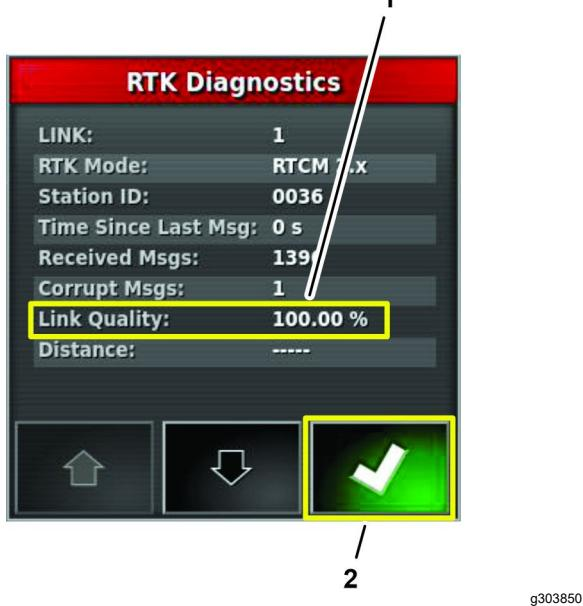

Figura 209
- Premete l'icona DIAGNOSTICA RTK e verificate nella finestra di dialogo Diagnistica RTK (Figura 209) che la qualità del collegamento al modem RTK sia pari o superiore al 50%.